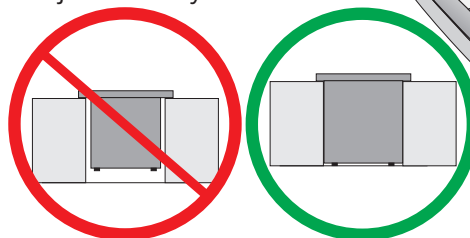

Ilustración 2
- 3 Nivele la estufa utilizando las dos (2) patas ajustables delanteras y las dos (2) ruedas ajustables, de manera que la altura del suelo a la parte de abajo del reborde de metal sea de al menos  $1/16"$  (vea ilustración 2).
- 7 Es imprescindible que el reborde de metal que se encuentra debajo de la cubierta este sobre la cubierta del gabinete. La cubierta no deberá tocar directamente la cubierta del gabinete (vea ilustración 2) de no ser asi la fractura de la cubierta anulará la garantía. Nivele la unidad si es necesario.